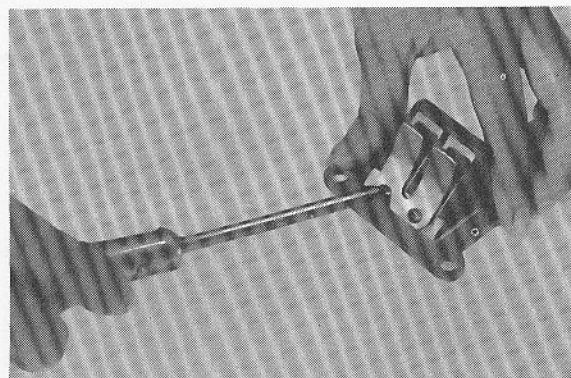

Fig. 4-3-5
Note from which side of the reed block the reed and stopper plate were removed. Re-install on same side. (Fig. 4-3-5)
- a. Enlever les vis Phillips (2) retenant la plaque d'arrêt et la lame au bloc correspondant. Manipuler la lame avec soin. Éviter de la rayer ou de la courber. Repérer de quel côté du bloc, la lame et la plaque d'arrêt sont montés. Les remonter de la même façon. (Fig. 4-3-5)